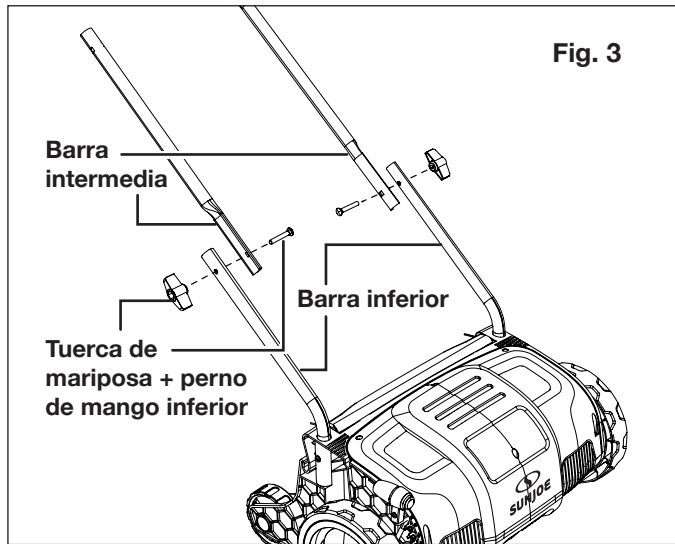

Fig. 3
2. Asegure las dos barras intermedias a las barras inferiores usando el primer conjunto de pernos y perillas. Ajuste las perillas en cada lado para garantizar un ajuste seguro (Fig. 3).